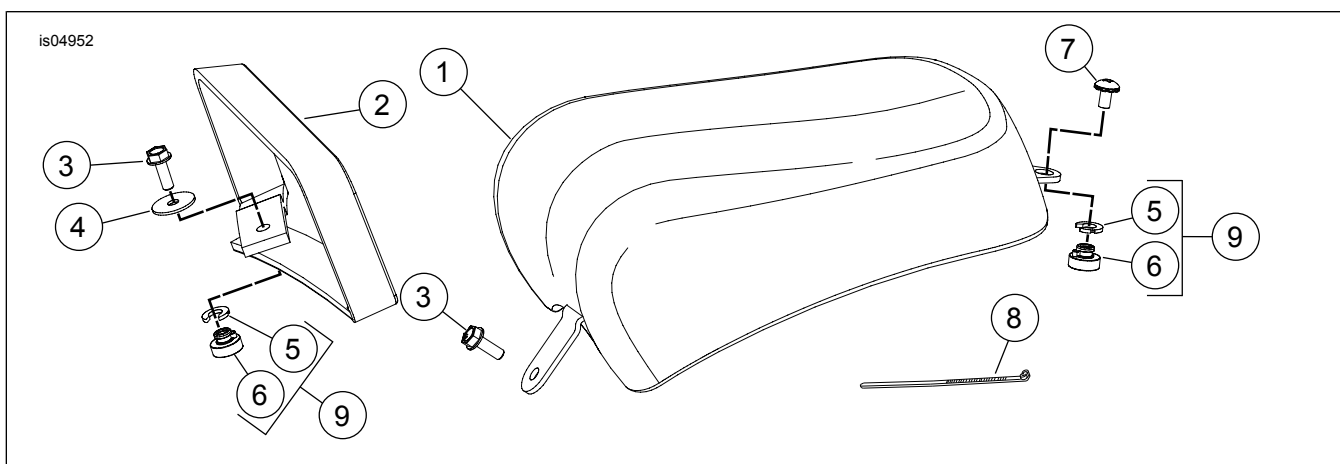

Figure 5. Pièces détachées pour le siège du passager FLSTSB
Voir Figure 5 et Tableau 1.
4. Voir Figure 5. Installer une nouvelle sangle de maintien (2) avec rondelle (4) et vis à capuchon (3) dans l'écrou de retenue avant. Serrer le vis à capuchon à un couple de 11–18 N·m (8–13 ft·lbs).